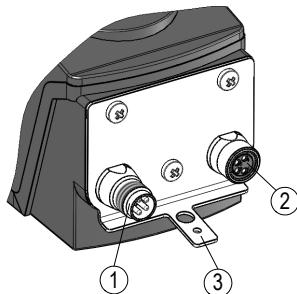
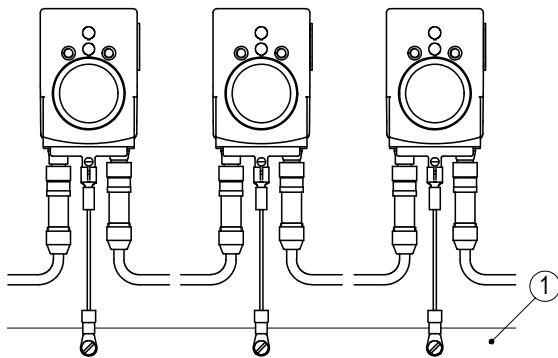

Abb. 4: Anschlussbelegung
Abb. 5: Erdungsschiene
Kontakte, die eine Spannung führen können, müssen gegen Berührung geschützt sein. Daher ist darauf zu achten, dass der Busanschluss über den Anschluss "Bus-Ein" ① erfolgt (siehe **Abb. 4**). Dadurch sind die spannungsführenden Kontakte an "Bus-Aus" ② durch die Buchse geschützt (zur IP-Schutzart siehe Kapitel **4.1**).
- ① Bus EIN: Stift 4 pol. M8 (siehe Abb. 4).
- ② Bus AUS: Buchse 4 pol. M8 (siehe Abb. 4).
Zum Schutz vor Störungen müssen die Schirme der Signalleitungen und Netzleitung beidseitig angeschlossen werden. Potentialunterschiede führen zu unzulässigen Strömen auf dem Schirm. Den Erdungsanschluss ③ zwischen den Anschlusssteckern auf das Schutzleiterpotential legen (siehe Abb. 4). Verwenden Sie dazu 6.3 mm Flachstecker oder Kabelschuh mit kurzer Litze 2.5 ... 4 mm² (nicht im Lieferumfang). Bei mehreren Sollwertanzeigen wird empfohlen die Erdung auf eine Erdungsschiene ① anzuschließen (siehe Abb. 5).